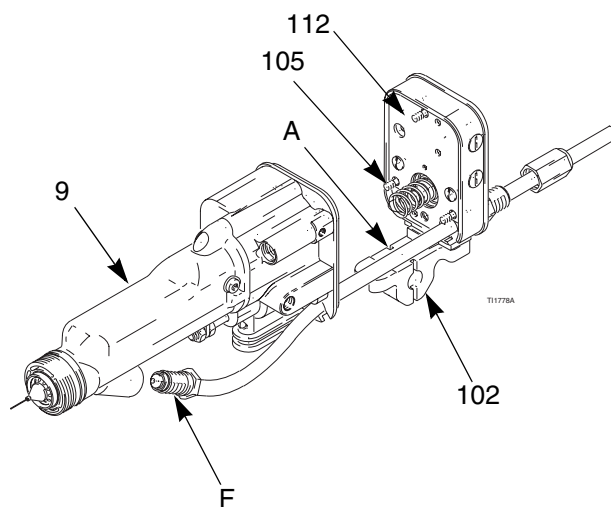

Fig. 22. Séparer le pistolet du collecteur
4. Retirer le chapeau d'air (3) et le capotage (2), page 44.
5. Débrancher le raccord du flexible produit (F) du canon du pistolet (9).
6. Desserrer la vis inférieure du pistolet (31) jusqu'à ce que le pistolet puisse se mouvoir librement dans l'encoche de la fixation (A). Voir Fig. 22.
1. S'assurer que le joint (112) et le ressort (105) sont bien en place sur le collecteur. Voir Fig. 22. Contrôler l'état des pièces et les remplacer si nécessaire.
2. Fixer solidement le pistolet sur le collecteur en serrant les trois vis (106).
3. Fixer solidement le pistolet sur la fixation (102) en serrant la vis inférieure (31).
5. Remonter le capotage (2) et le chapeau d'air (3), page 44.